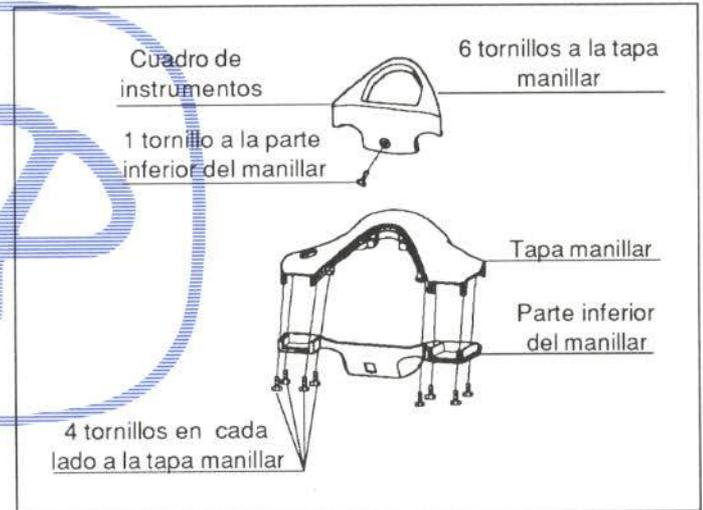

Figura 15.- Unión de la tapa manillar
- Conjunto tapa de manillar-cuadro de mandos (figura 15).